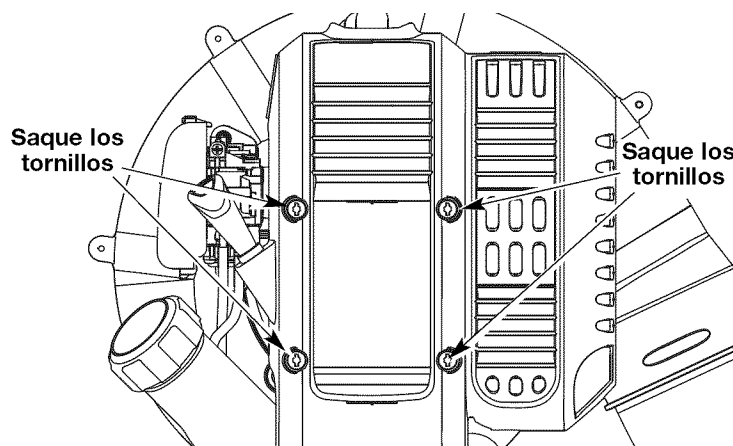

Fig. 26
1. Apague el motor y espere que se enfríe. Quite los cuatro (4) tornillos de encima de la tapa del motor con un destornillador de pala o broca Torx T-20 (Fig. 26).